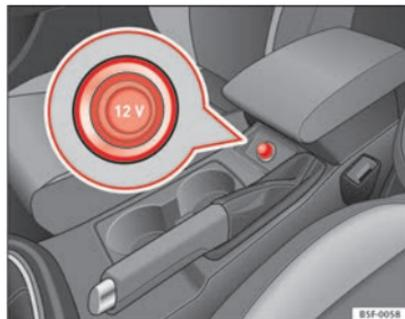

Fig. 77 Consola central: toma de corriente de 12 voltios delantera/trasera
- Extraiga el conector situado en la consola central de la toma de corriente ⇒ fig. 77.